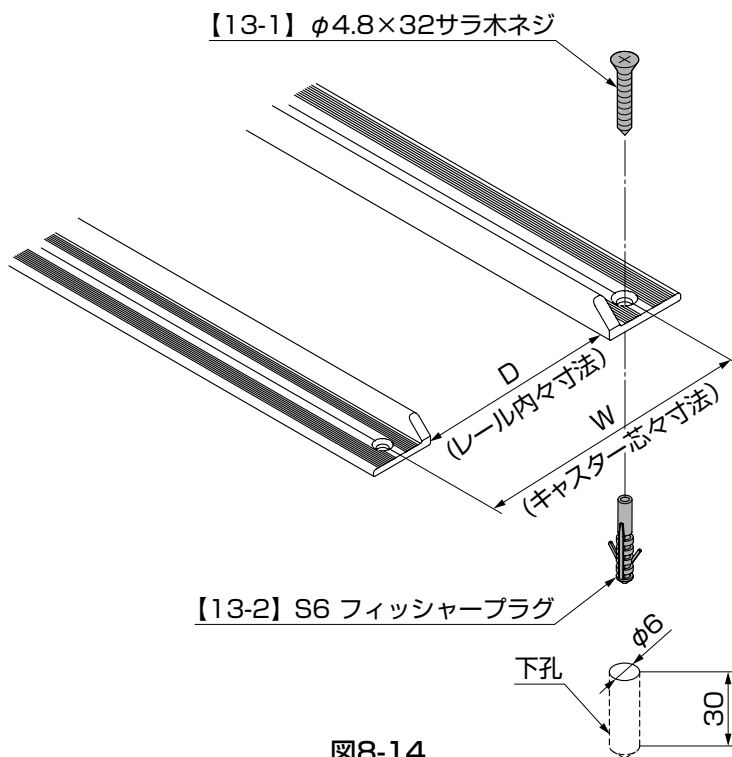

図8-14
①図8-14を参照して、サイドレールの孔に合わせて地盤に下孔φ6深さ30以上の孔をあけてください。(図8-14参照)
②【13-2】を圧入し、【13-1】でネジ止めしてください。(図8-14参照)